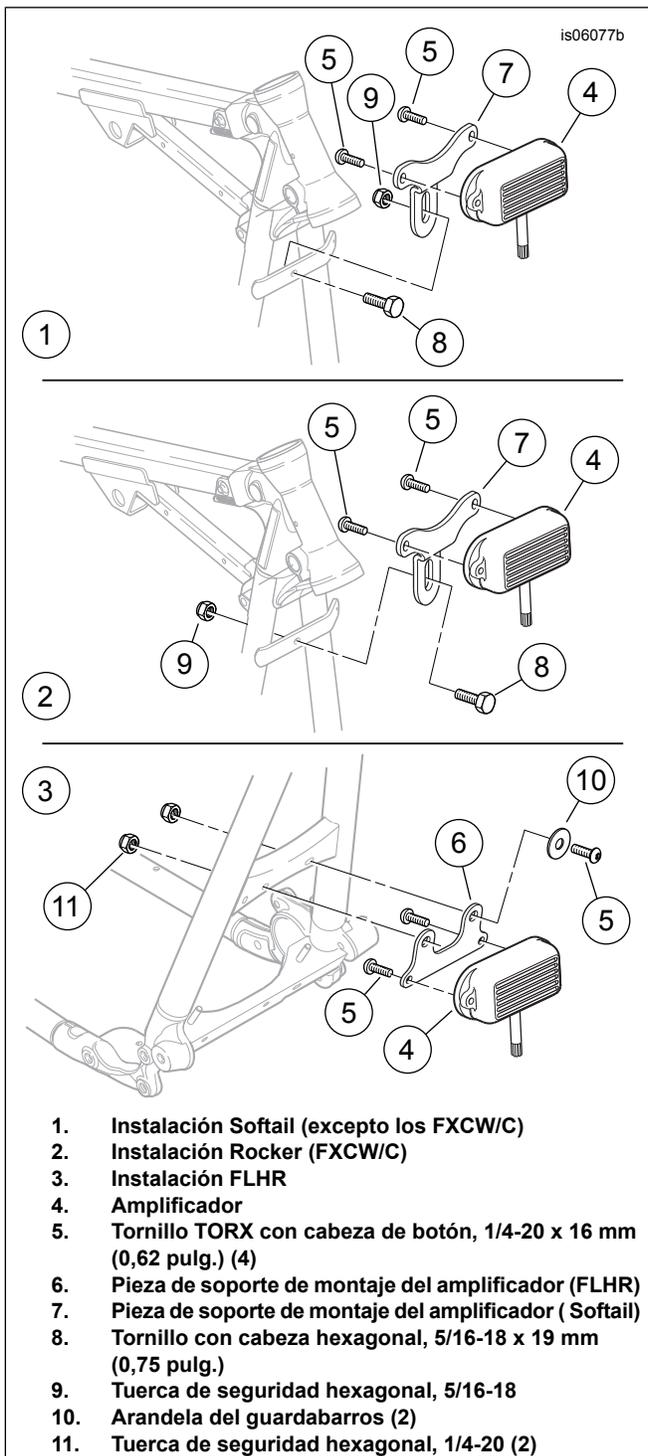

Figura 1. Instalación del amplificador y de la pieza de soporte
2. Vea Figura 1. Instale el amplificador (4, parte del conjunto del arnés de cables) en la pieza de soporte con los tornillos (5) y apriete a 7,4 N·m (65 in-lbs).